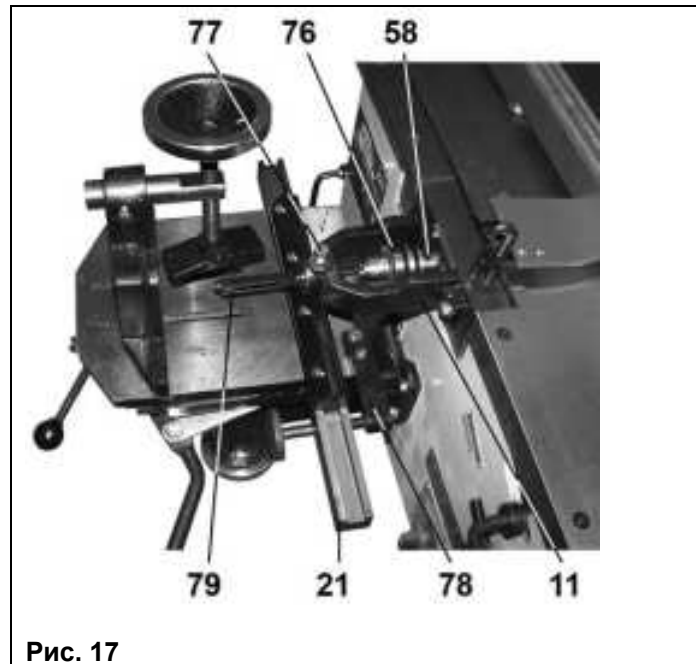

Рис. 17
- 8.2.19. На конус рабочего вала (58) надёжно установите сверлильный патрон (76), Рис. 17.
8.2.20. Как показано на Рис. 17, установите и закрепите болтовым соединением держатель пазовальной насадки (11).
8.2.21. В сверлильном патроне (76) закрепите сверло пазовальной насадки (79), долото пазовальной насадки (79) закрепите винтом фиксации (77), Рис. 17.